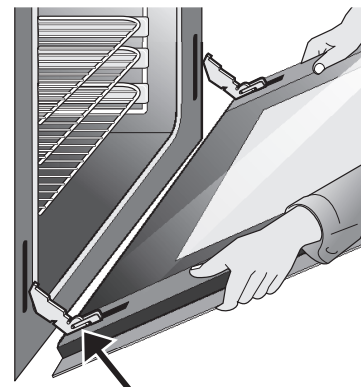

Figure 24: Retirez soigneusement la porte en tenant les deux côtés et en tirant les charnières hors du cadre de la porte
4. Avant de terminer cette étape, soyez prêt à soutenir le poids entier de la porte du four tout en la saisissant par les côtés avec les deux mains. Tenez les côtés de la porte du four par le milieu. Fermez la porte du four à environ 4 po. du cadre de la porte. La porte du four doit se dégager elle-même du cadre. (Figure 24).
2. Positionnez l'angle de la porte par rapport à l'angle de retrait de la porte et, avec précaution, insérez complètement et uniformément les bras de charnières de la porte dans les nervures des charnières de la porte. Libérez-vous prudemment du poids de la porte de manière à ce que le four soutienne la porte. (Figure 24).